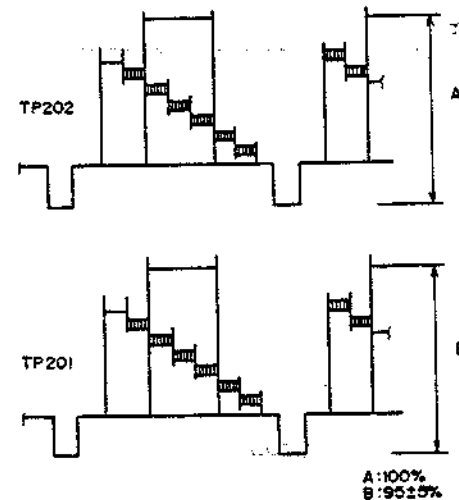

Abb. 4-112 1H-Verzögerungsleitungs-Ausgangspegel
(3) 1H-Verzögerungsleitungs-Ausgangspegel (Abb. 4-112, 4-152)